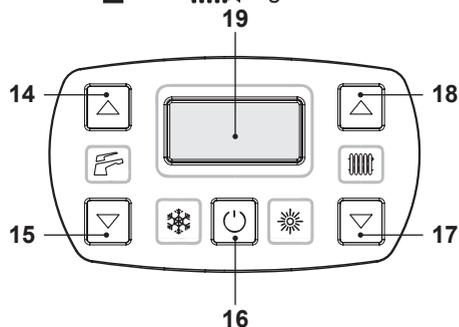

Figura 6.6
- Tenere premuto per 2 secondi il tasto 16 fino a far apparire sul display entrambe i simboli  e , Figura 6.6.
- Spegnerne la caldaia tenendo premuto per 2 secondi il tasto 16 (Figura 6.6) fino a far apparire sul display LCD il simbolo  (Figura 6.5).